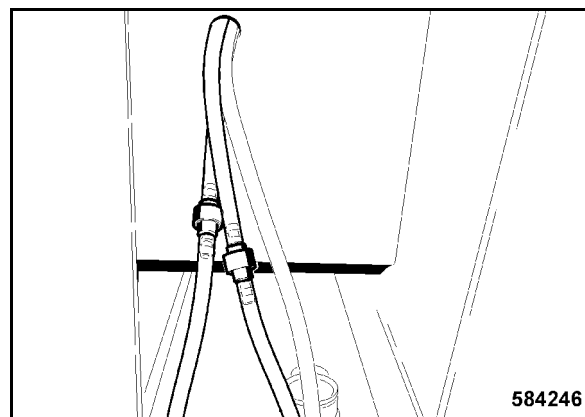

fig. 191
- Raccorder les tuyaux pour l'alimentation de l'eau des lave-glaces du pare-brise et de la lunette arrière 1 (fig. 191).